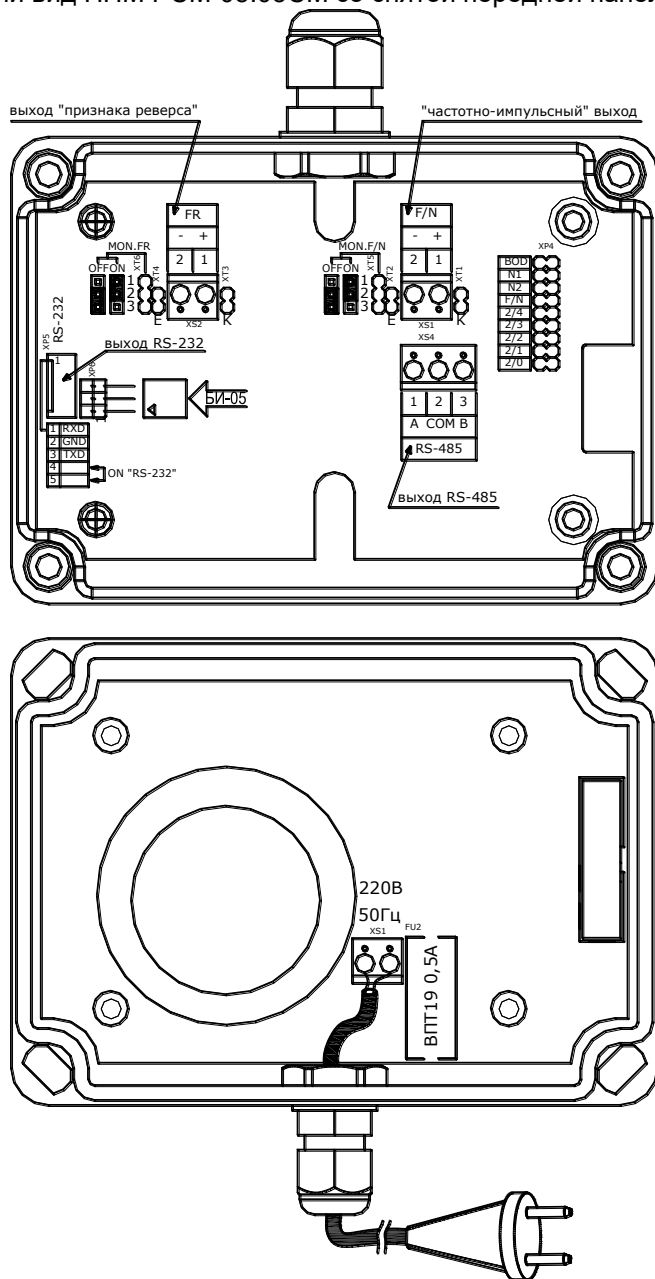

Рис. 8.7
8.5.1 Для проведения монтажа необходимо отвернуть 4 винта на передней панели ППМ и снять переднюю панель. После этого освобождается доступ к разъемам и клеммникам для подсоединения внешних цепей (см. рис. 8.7).
8.7.2 Проверить правильность монтажа электрических цепей в соответствии с рис. 8.7.
8.7.7 Для визуального просмотра измеренных параметров информация из расходомера может быть считана по последовательному интерфейсу RS-485 или RS-232C. Для работы по последовательному интерфейсу RS-485 (RS-232C) необходимо снять переднюю панель расходомера, активировать нужный тип интерфейса (RS-485 или RS-232C) и подключить к разъёму RS-485 (RS-232C) кабель для связи с периферийными устройствами: IBM совместимым компьютером, контроллером, индикатором БИ-05 и т.д. (см. рис. 8.7). При работе по интерфейсу RS-485 подключение к компьютеру следует осуществлять через интерфейсный адаптер. Скорость обмена с расходомером может принимать значения 9600 или 57600 бит/сек.
Выбор интерфейса обмена осуществляется путём установки/снятия джампера на контакты **4-5 (ON RS-232)** (поле **XP5**, см. рис. 8.7):
Осуществляется путём установки/снятия джампера **BOD** (поле **XP4**, см. рис. 8.7):
Осуществляется путём установки/снятия джампера **F/N** (поле **XP4**, см. рис. 8.7):
8.11.1 Конфигурация выходного каскада выбирается путём установки/снятия джамперов **XT1**, **XT2** на плате коммутации (см. рис. 8.7, 8.8, таблицу 8.2)
8.11.2 Конфигурация каскада сигнала признака реверса выбирается путём установки/снятия джамперов **ХТ3, ХТ4** на плате коммутации (см. рис. 8.7, 8.8, таблицу 8.3).
8.12.3 Установка контроля обрыва линии выходного сигнала и линии сигнала признака реверса осуществляется путём установки в требуемое положение джампера **ХТ5 (ХТ6)** для линии сигнала признака реверса) (см. рис. 8.7):
Установка сетевого адреса расходомера осуществляется путём установки/снятия джамперов **2/0...2/4** (поле **ХР4**, см. рис. 8.7). Сетевым адресом расходомера является пятибитное двоичное число. Младший разряд адреса устанавливается джампером **2/0**, старший – джампером **2/4**. «1» соответствует состояние джампера ON, «0» соответствует состояние джампера OFF.
Установка контроля обрывов и коротких замыканий в цепи возбуждения ППР расходомера осуществляется путём установки/снятия джампера **N1** (поле **XP4**, см. рис. 8.7)
- отвинтить винты на верхней крышке и снять ее (вид расходомера со снятой верхней крышкой приведен на Рис. 8.7);